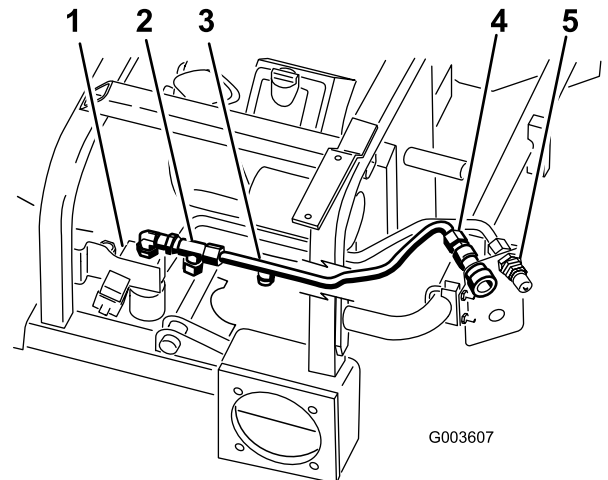

図 16
5. 図 16 に示すように、油圧ライン2番を機体に位置決めする。
6. 90度エルボに組みつけられた T 字フィッティングとバルブ上部とに、油圧ライン2番を接続する 図 16。
7. 油圧ライン2番を、上側のメスのカップラに取り付ける 図 16。